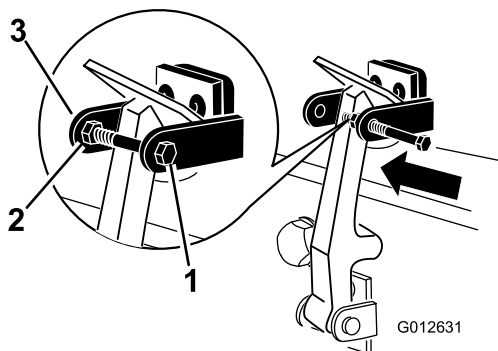

Рисунок 9
8. Установите болт в другой рычаг кронштейна защелки капота для фиксации защелки в надлежащем положении (Рисунок 9). Затяните болт, но не затягивайте гайку.